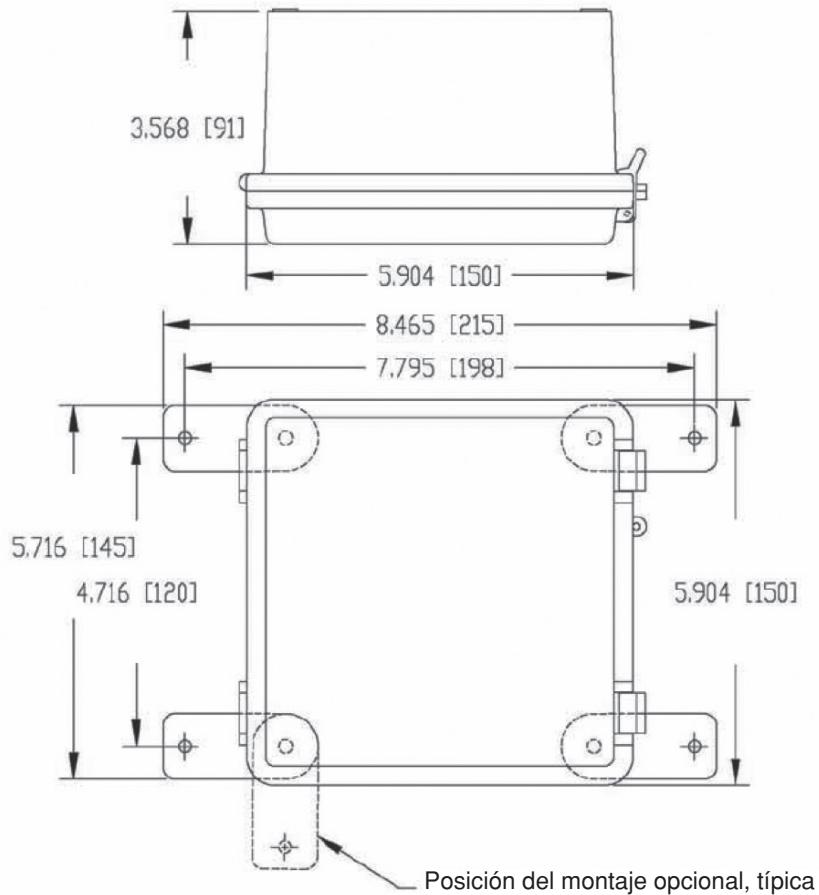

Figura 2: Dimensiones de la Caja de Plástico
| Figura 2: Dimensiones de la Caja de Plástico..... | 50 |
2. En la Figura 2 se muestran las cajas de plástico NEMA 4X.